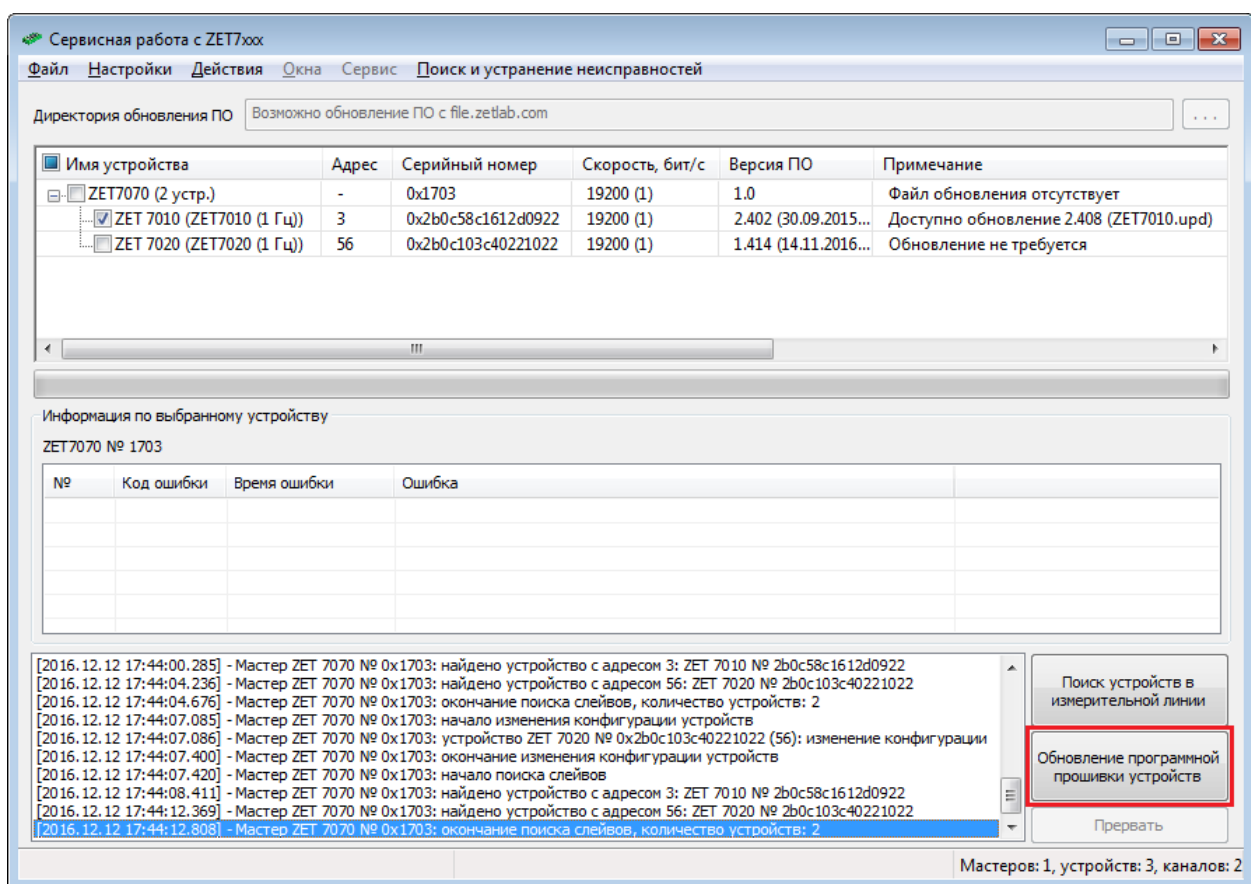

Рис.6.4 Кнопка «Обновление программной прошивки устройств»
4. Активировать кнопку «Обновление программной прошивки устройств» (Рис.6.4).